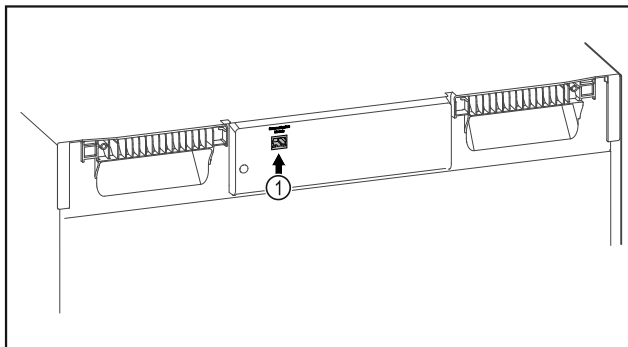

Fig. 89
- SmartModule Fig. 89 (1) er installert.